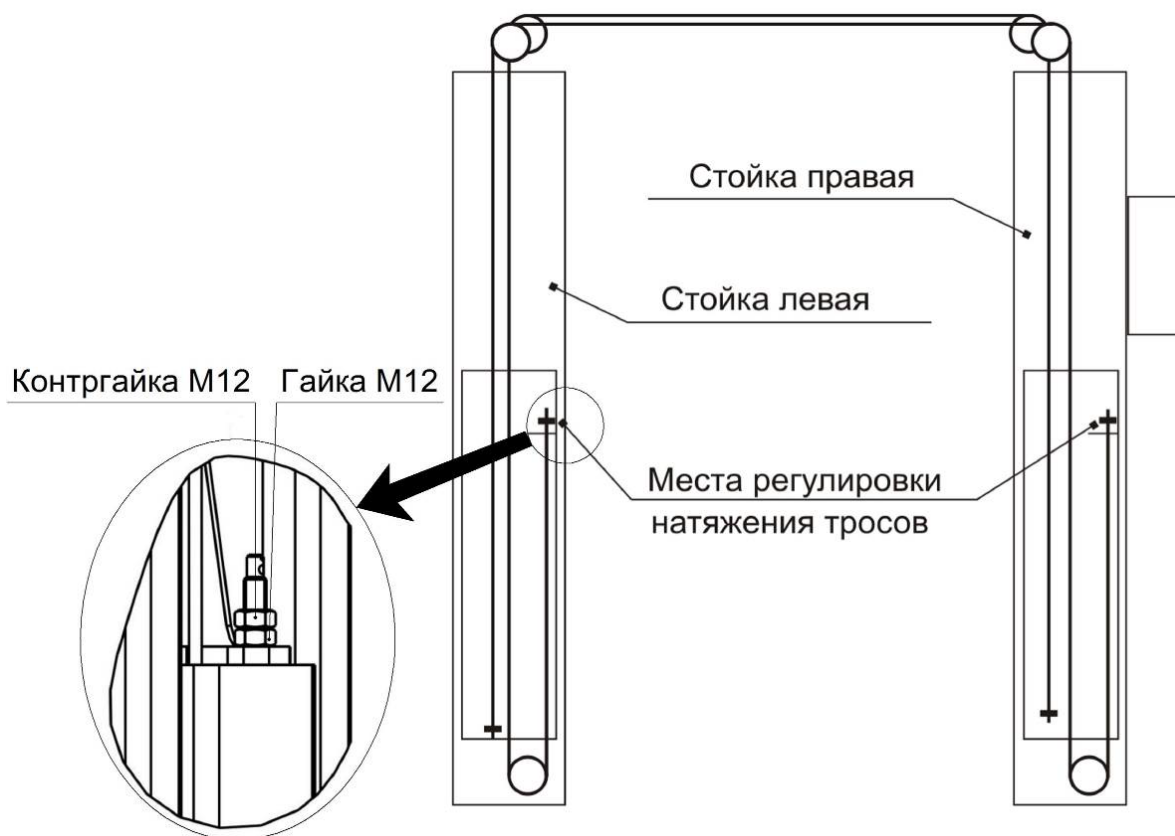

Рисунок 6.5 - Схема запасовки синхронизирующих тросов
6.7 Поднять погрузчиком или другими подъемными средствами каретки 63 и установить на защелки 44 (на высоте около 400 мм от пола). Установить тросы системы синхронизации кареток (рисунок 6.5).